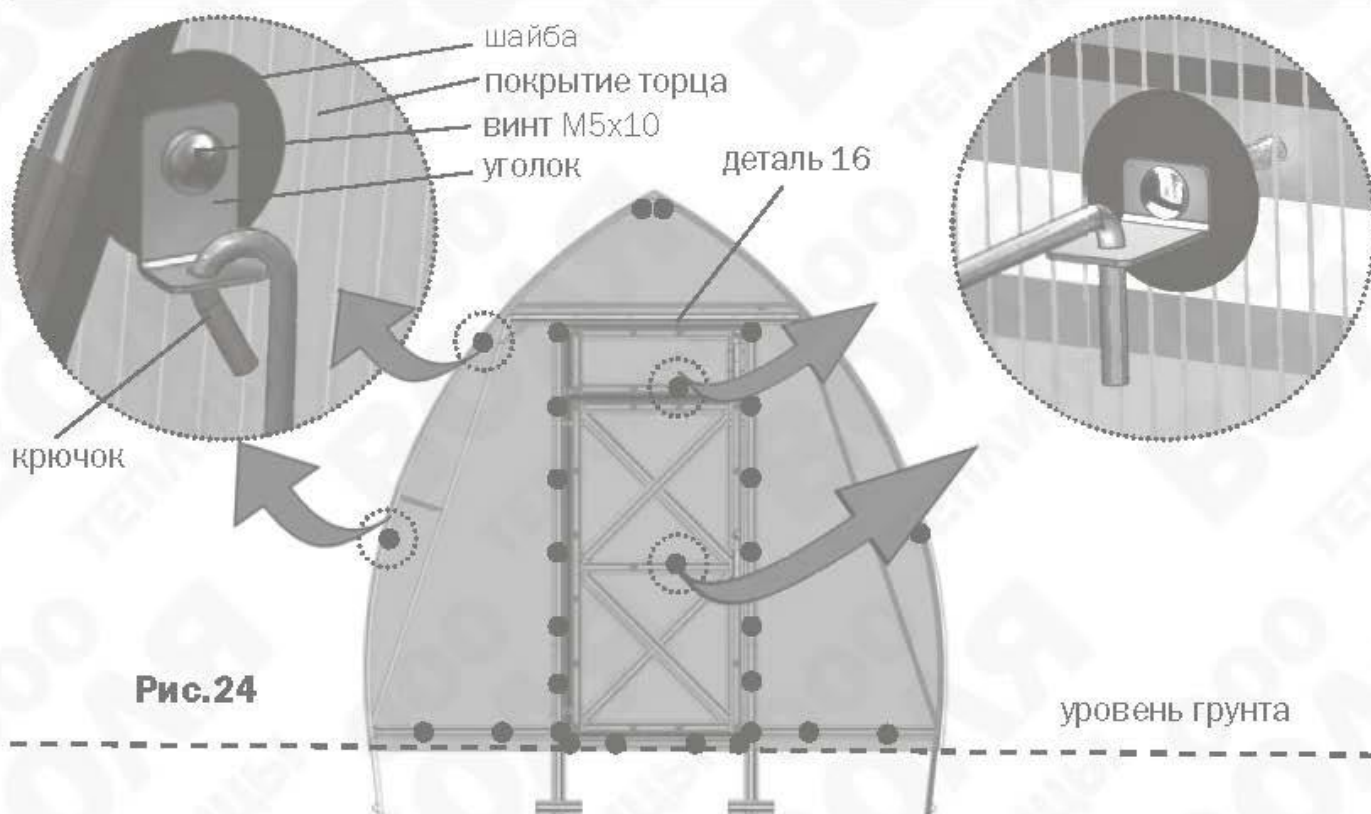

Рис.24
6. Установите накладку торцевую **16** на покрытие торца и закрепите ее на детали **5** через покрытие (рис.20 и рис.24). Под деталью **16** находится стык кусков покрытия торца.
8. Шайбы на торце установите в соответствии с **рис.24**.
9. Установите уголок для крючков на торце и двери для фиксации ее в открытом состоянии **рис.24**